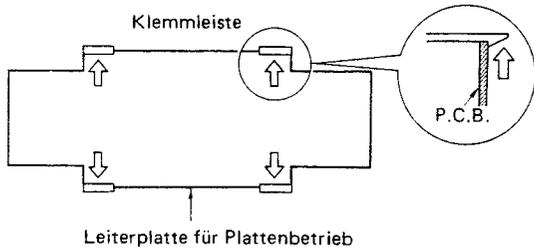

Abb. 6
- Nehmen Sie die Leiterplatte der Plattenspieler-Betriebstasten heraus, indem Sie die Platte in die Pfeilrichtung drücken, wie es in Abb. 6 gezeigt ist.